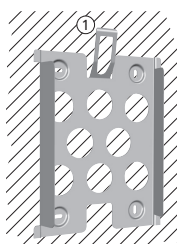

Abbildung 25
- Die Montageplatte muss eben an der Montagefläche anliegen, die seitlichen Blechstreifen müssen nach vorne weisen (Abbildung 25).
- Montageplatte vertikal montieren mit Sicherungsblech ① oben (Abbildung 25).